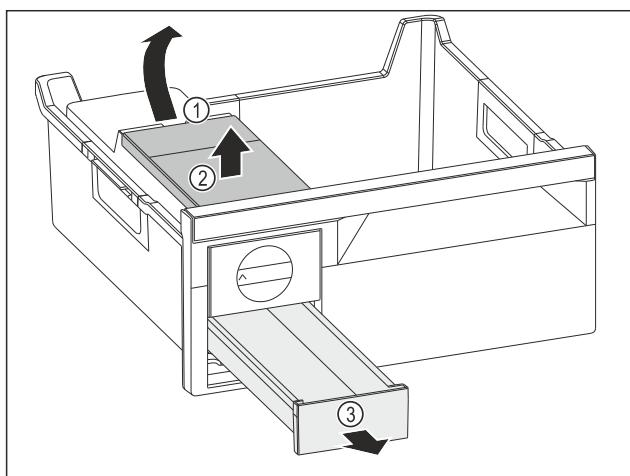

Fig. 130
- Odstranjevanje rezervoarja za vodo: Dvignite rezervoar za vodo za izrez Fig. 130 (1).
- Rezervoar za vodo Fig. 130 (2) dvignite in odstranite.
- Predal za ledene kocke Fig. 130 (3) povlecite naprej in odstranite.